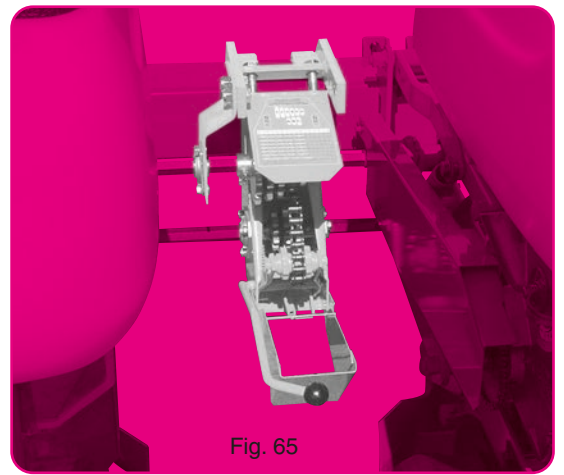

Fig. 65
- Montage déporté (fig. 65) pour semoir à nombre de rangs impair. La boîte se place à gauche et au plus près de l'élément central : pour cela supprimer 1 des paliers ④ support axe hexagonal.
Seitlich gesetzte Montage (Abb. 65) für Sämaschinen ungerader Reihenanzahl und Reihenabstände unter 45 cm. Das Wechselgetriebe wird links und ganz nah am mittleren Element angebracht. Bei dieser Stellung ist die Lagerstütze ④ zu entfernen.
- Offset assembly (fig. 65) for planters with an odd number of rows and inter-row spacing under 45 cm (18"). The gearbox is then mounted on the left and as close as possible to the central metering unit. To do so, remove one of the bearing fingers ④ which support the hexagonal shaft.
- montage uit het midden (fig. 65) voor een zaaimachine met een oneven aantal rijen. De tandwielkast wordt links van, en zo dicht mogelijk bij het middelste element geplaatst. Daartoe één van de lagers ④ verwijderen.